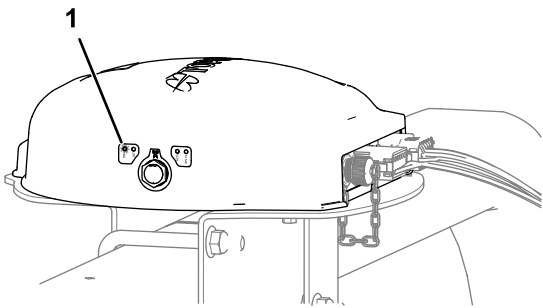

Figure 191
- Récepteur satellite – le témoin PWR s'allume (Figure 191)